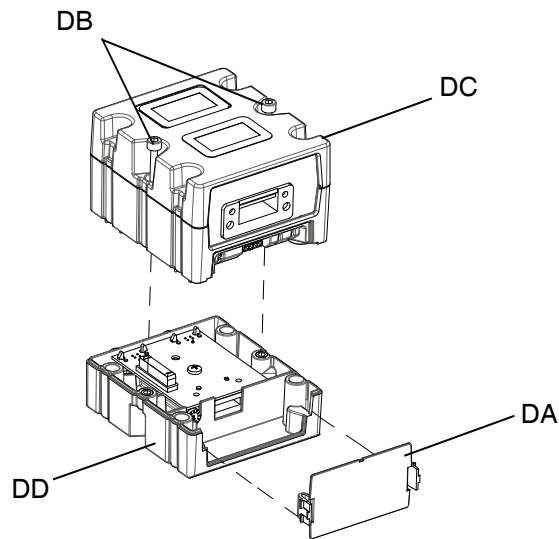

图 52: 拆卸 CGM
4. 从 CGM (DA) 卸下检修盖。松开并保存两个 M5-0.8 x 45 mm x 螺丝 (DB), 然后从底座 (DD) 上卸下 CGM (DC)。参见图 52。
5. 使用套件随附的四个 M4-0.7 x 20 mm 安装螺丝, 将基座 (DD) 安装在 CGM 支架上。
6. 使用步骤 4 中取下并保存的两个螺丝 (DB) 将 CGM (DC) 重新连接到基座 (DD) 上。
7. 重新连接检修盖 (DA)。
8. 从 ADM 上拔下电缆, 然后将电缆重新插入 CGM (DC)。